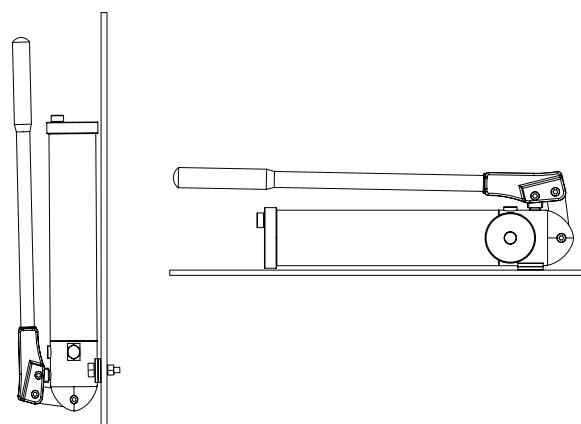

Figure 3 - Positions horizontale et verticale
- La pompe peut être utilisée en position horizontale ou verticale comme illustré à la figure 3.